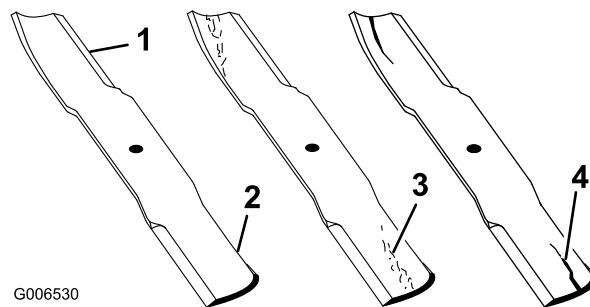

Figura 50
1. Controllate i taglienti (Figura 50). Se i taglienti non sono affilati o mostrano delle tacche, togliete le lame e affilatele. Vedere Affilatura delle lame.
2. Controllate le lame, in particolare l'area curva (Figura 50). In caso di incrinature, usura o
scanalature nell'area (voce 3 in Figura 50) montate immediatamente una nuova lama.